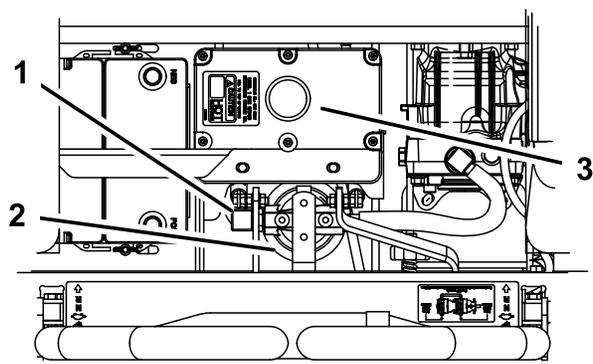

Figure 99
4. Débranchez la conduite hydraulique droite qui est raccordée à l'adaptateur (Figure 99).
6. Rebranchez la conduite hydraulique droite à l'adaptateur (Figure 99).